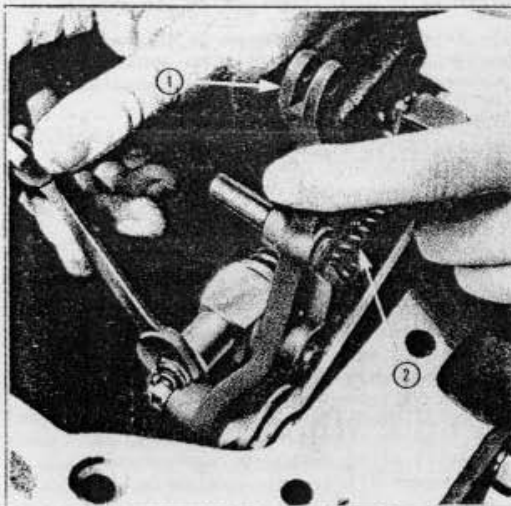

Fig. 35
11. Comprimer le ressort de biellette de Qualitrol en attirant le levier d'attaque de commande de Qualitrol vers l'arrière du couvercle de relevage, puis monter la rondelle plate et l'écrou indesserrable à l'extrémité de la biellette de Qualitrol. Bloquer l'écrou jusqu'à ce qu'il repose franchement contre l'épaule de la biellette (fig.35).